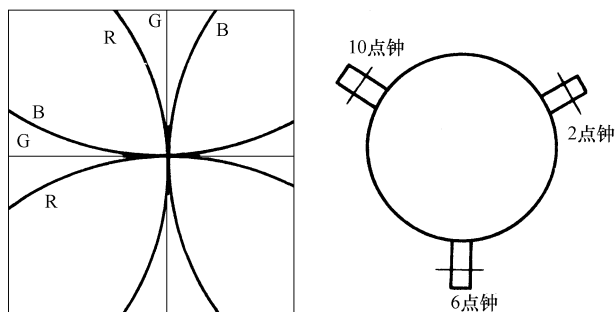

图 4-7 动会聚调整 (一)
1) 若调整后出现如图 4-7 所示情况时，可将一个橡皮楔从 6 点钟位置（正视方向的时钟位置，下同）逐渐插入，使水平线和垂直线在边缘重合，然后将另两个橡皮楔分别插入 2 点钟和 10 点钟位置，再用胶带固定。